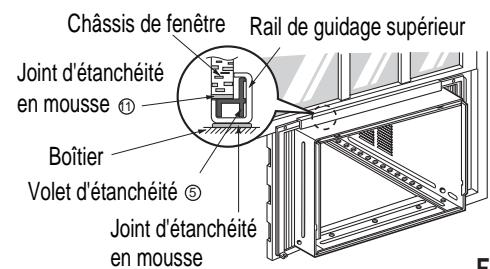

Fig. 2
- Abaissez le châssis inférieur à l'arrière du rail de guidage supérieur jusqu'à ce qu'ils fassent (Fig. 2)